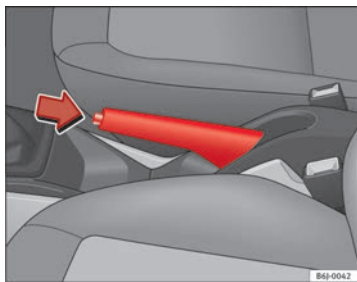

Abb. 111 Handbremse zwischen den Vordersitzen
⇒ Abb. 111.
- Ziehen Sie den Hebel etwas nach oben, drücken Sie die Entriegelungstaste in Pfeilrichtung ⇒ Abb. 111 und führen Sie den Handbremshebel ganz nach unten ⇒ ⚠.